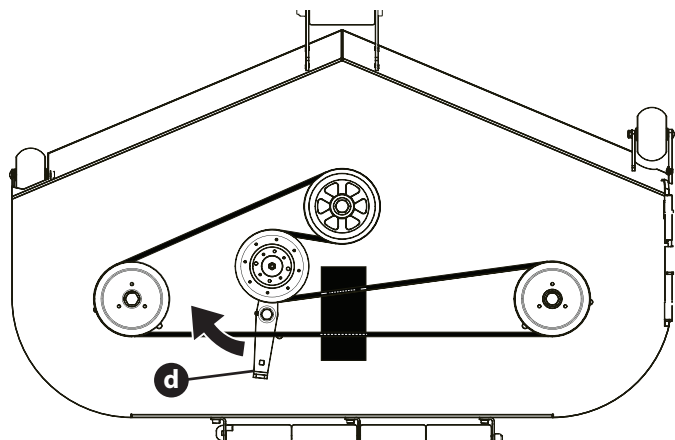

Fig. 40
4. Con una transmisión de 1/2" (12.7 mm) inserte el extremo en un orificio cuadrado de 1/2" (12.7 mm) en el montaje de polea loca de la plataforma (d) y rote el montaje de polea loca de la plataforma hacia la derecha (Fig. 40).
6. Coloque la correa nueva tal como se muestra en la Fig. 40. A continuación, vuelva a instalar la plataforma y la correa de la TDF tal como se indica en la página 62.